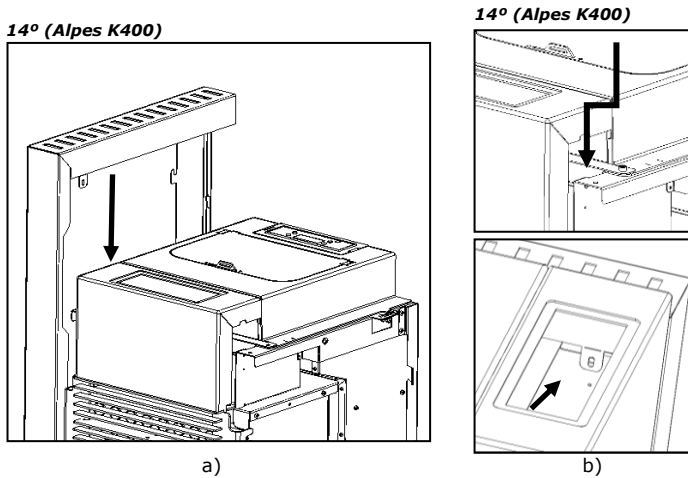

Figura 66 – Encaje de las lengüetas en las estructuras laterales
p) En la parte superior de la pestaña dicho debe transcurrir entre la estructura de la máquina de acabado frontal y superior como demuestra la Figura 66. En la Alpes K300 la pestaña no es visible.